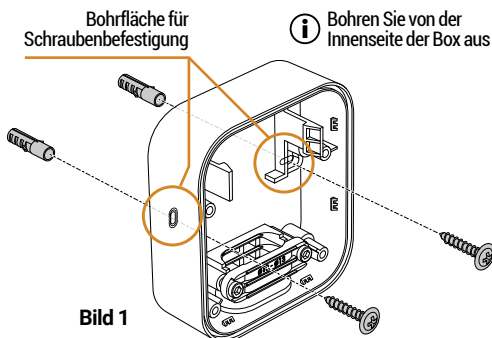

Bild 1
- 2 Befestigen Sie die Box an der Wand (verwenden Sie passendes Befestigungsmaterial - nicht im Lieferumfang enthalten) siehe **Abbildung 1**.